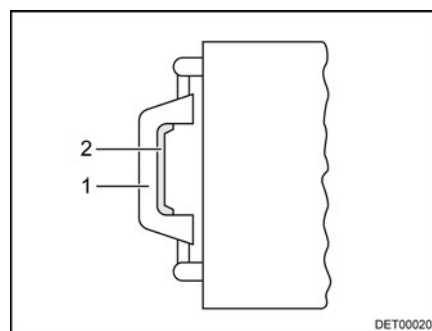

Fig. 44 Claraboya, tirador
- Presionar el cierre de resorte (Fig. 44,2) hacia el lado interior de la claraboya. Presionar simultáneamente hacia arriba la claraboya con el tirador (Fig. 44,1).
- Tirar la claraboya enérgicamente hacia abajo por los dos tiradores (Fig. 44,1), hasta que los dos cierres a presión engatillen.